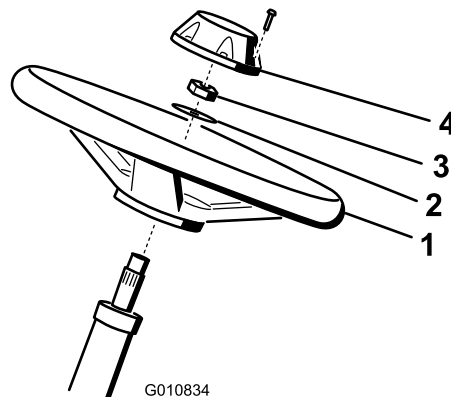

Рисунок 3
1. Наденьте рулевое колесо на рулевой вал (Рисунок 3).
2. Наденьте шайбу на рулевой вал (Рисунок 3).
3. Закрепите рулевое колесо на валу зажимной гайкой и затяните ее с моментом 27-35 Н·м (Рисунок 3).
4. Установите крышку рулевого колеса и закрепите ее винтом (Рисунок 3).